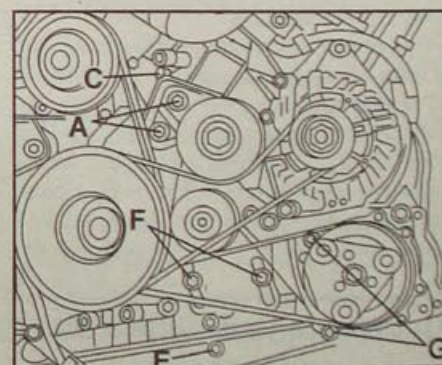

Рис. 15.4. Расположение болтов крепления элементов натяжения ремня привода вспомогательного оборудования:
- Ослабьте два болта (А, рис. 15.4) крепления натяжного ролика ремня привода генератора.
- Ослабьте два болта (F) крепления натяжного ролика ремня привода компрессора системы кондиционирования воздуха.